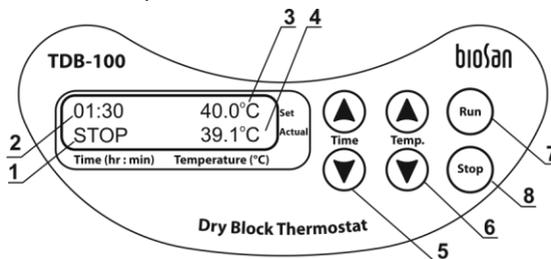

Fig.1 Panneau de configuration
- 4.3. **Réglage de la température.** Utilisez les touches **Temp. ▼** et **▲** (Fig.1/6) pour régler la température requise (Fig.1/3). Pour augmenter l'intervalle d'incrémentement, appuyez sur la touche pendant plus de 2 secondes.
- 4.4. Réchauffement du bloc chauffage. La température actuelle s'affichera dans la ligne inférieure de l'écran (Fig.1/4).
Utilisez les touches **▼Time ▲** et (Fig.1/5) pour régler la durée d'incubation requise des échantillons en heures et en minutes (hr:min). Pour augmenter l'intervalle d'incrément, appuyez sur la touche pendant plus de 2 secondes. La valeur de la vitesse programmée s'affichera dans la ligne supérieure de l'écran (Fig.1/2).
4.7. Appuyez sur la touche **Run**(Fig.1/7) pour mettre en route le minuteur. La durée écoulée sera indiquée dans la ligne inférieure de l'écran (Fig.1/1).
4.8. Une fois que l'intervalle de temps programmé s'est écoulé, le minuteur émettra un signal sonore et l'indication clignotante **STOP**s'affichera sur l'écran. Appuyez sur la touche **Stop** (Fig. 1/8) pour arrêter le signal sonore.
L'arrêt du minuteur n'arrête pas le processus de réchauffement/de maintien de la température. Le chauffage peut être arrêté en réduisant la température en dessous de 25°C. Utilisez la touche **T, °C ▼** (Fig. 1/6) (l'indication **OFF**s'affichera sur l'écran, fig.1/3).